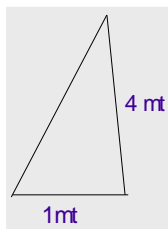

Fig. 1.1
8. La inclinación de dichas escaleras debe ser 4:1, es decir, la distancia vertical desde el punto de apoyo superior al piso, debe ser cuatro veces la distancia del punto de apoyo inferior a la misma vertical. (Ver Fig. 1.1)